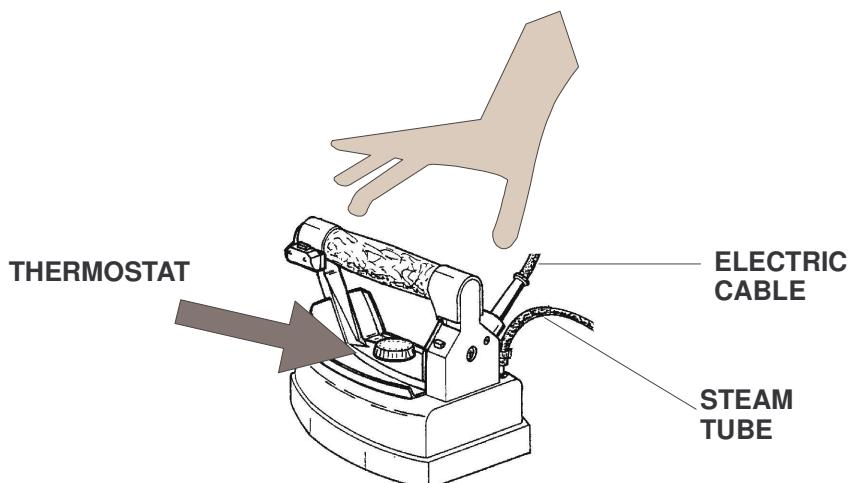
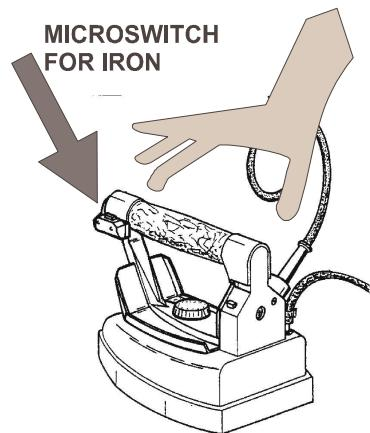

Рис. 2
Рис. 3
1. Гладить изделие для глажения (рис. 3), переодически нажимая на кнопку подачи пара на утюге и одновременно нажимать на педаль вытяжки воздуха из гладильного стола (рис. 1). Причем педаль включения вытяжки рекомендуется держать нажатой на несколько секунд дольше, чем кнопку подачи пара на утюге, что поможет быстрее высушивать изделие на гладильном столе. Для более качественного глажения советуем регулятор температуры утюга (рис. 2) устанавливать в конечную позицию “cotone”.
5. При сухом глажении термостат утюга (рис. 2) можно регулировать в зависимости от рекомендации по глажению конкретных тканей.
4. При поврежденной электропроводке утюга (рис. 2);
5. При потере воды из утюга (рис. 3);
7. Промывать или чистить утюг водой (рис. 3).